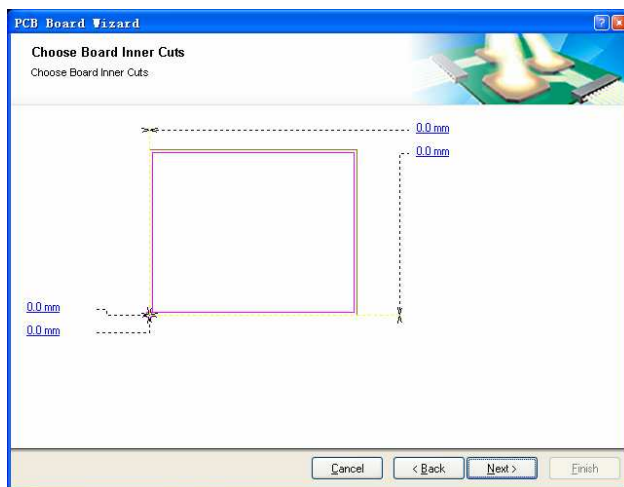

图 7.23 “Choose Board Inner Cuts” 页面
(7) 在“Choose Board Corner Cuts” 页面内设置左右上角切角的尺寸值均为宽“10mm”高“8mm”，下方两端无切角。单击“Next”按钮，显示如图 7.23 所示的“Choose Board Inner Cuts” 页面。